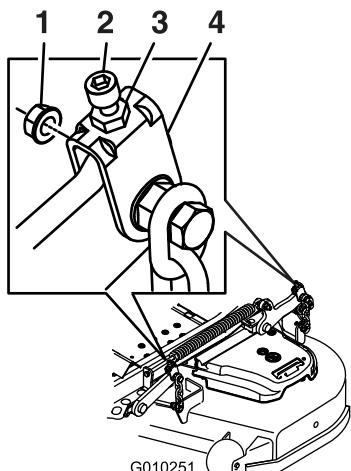

Figure 87
10. Le cas échéant, desserrez le contre-écrou à embase sur le côté de la chape et l'écrou de blocage sur le dessus. Ajustez précisément la vis de réglage en la tournant jusqu'à obtention d'une hauteur de 7,6 cm (3 po) (Figure 87).
- Ajustez précisément la vis de réglage en la tournant jusqu'à obtention d'une hauteur de 8,3 mm (3-1/4 po) (Figure 87). Tournez l'écrou réglage dans le sens horaire pour augmenter la hauteur et dans le sens antihoraire pour la diminuer.